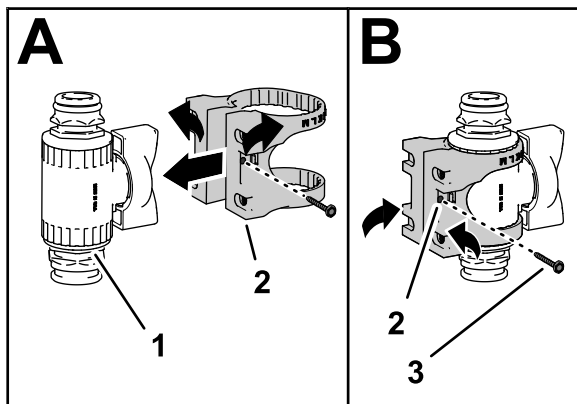

Figura 19
3. Montai suportul pentru supapă pe supapa de control, aa cum se arată în seciunea A din Figura 19.
4. Fixai suportul pentru supapă la supapa de control cu ajutorul urubului cu guler (#6) i strângei urubul manual (seciunea B din Figura 19).